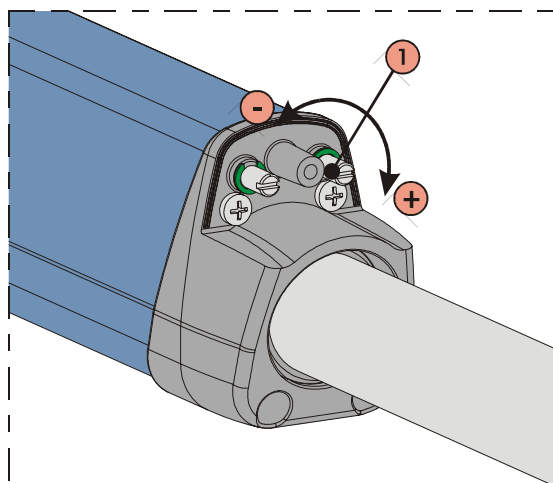

Abb. 20
- 2) Die Einstellung des **Endschalters beim Schließen FCC** erfolgt durch die Einstellschraube, Abb.20 Bez.1: im Uhrzeigersinn drehen, um den Hub des Schafte zu erhöhen, im Gegenuhrzeigersinn, um den Hub zu verringern.